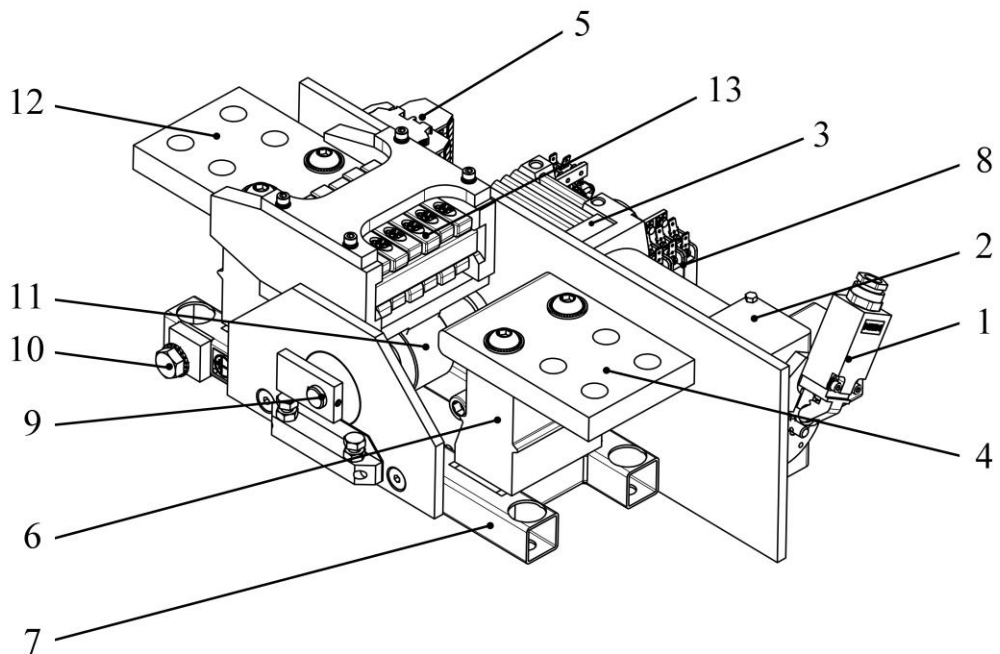

Рисунок 2 – Разъединители скользящего типа
При подаче напряжения электропривод (2) рисунок 2, или вручную с помощью рукоятки, вал редуктора (3) вращает вал (9) разъединителя. С помощью реечного механизма через шестерню (11) вращение вала (9) передается на блок ламелей (13). В зависимости от направления вращения редуктора (3) происходит размыкание или замыкание разъединителя. Конечные положения разъединителя определяются с помощью блок-контактов (8), установленных на валу (9).
2.2.1.8 Подключить цепи управления разъединителя рисунки 3 и 4. Внешний кабель подключить к клеммнику (5) рисунок 2. Подключение выполнить проводом сечением не менее 0,75 мм². Все цепи низкого напряжения должны быть изолированы от частей разъединителя, находящихся под высоким напряжением.